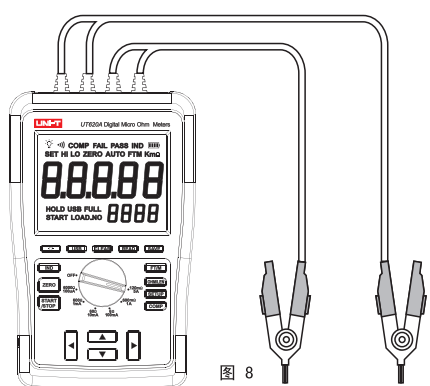

图 8
1. 用鳄鱼夹连接仪表的 P1, P2, C1, C2端子，另一端连接待测物，P1, P2应靠近内侧位置，如图8：